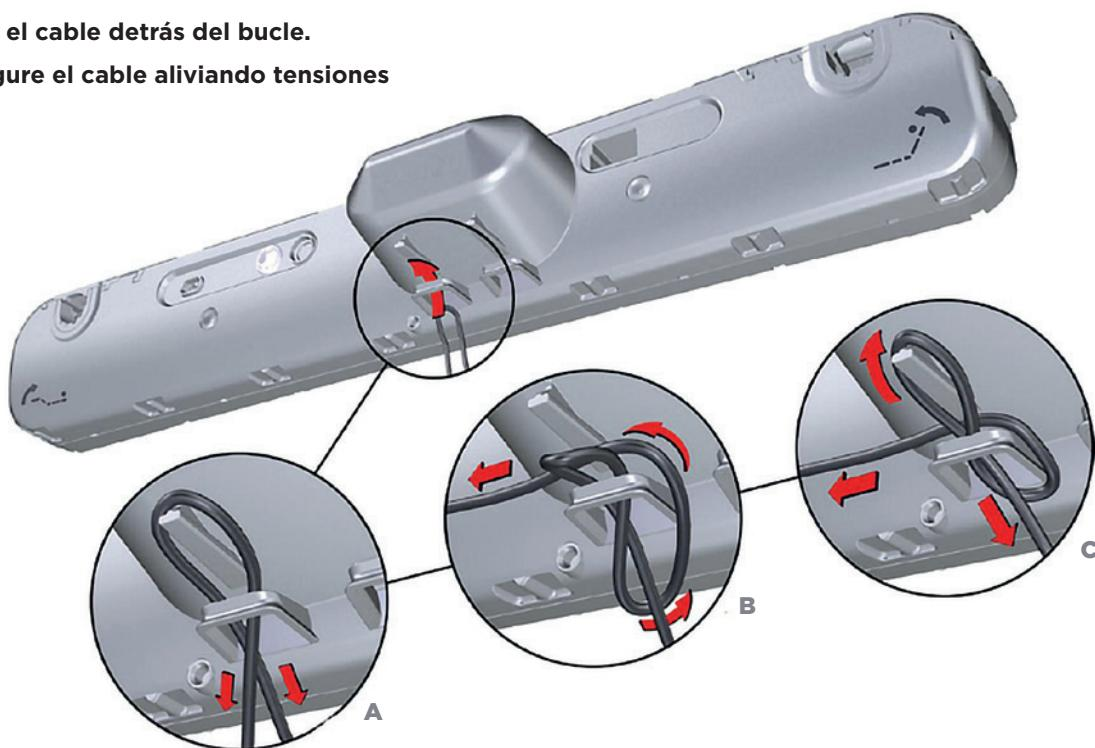

Figura 6. Conexión del cable con el motor a través del dispositivo de alivio de tensiones. transformador PD15
2. EMPUJE EL CABLE EN UN BUCLE A TRAVÉS DEL ALIVIO DE TENSIÓN (COMO SE MUESTRA EN A EN LA FIGURA 6).
3. PASE EL CABLE DERECHO PRIMERO POR DEBAJO DEL CABLE IZQUIERDO Y LUEGO POR DETRÁS YA TRAVÉS DEL BUCLE (COMO SE MUESTRA POR B EN LA FIGURA 6).
4. COLOQUE EL BUCLE SOBRE LA CLAVIJA EN LA UNIDAD Y TIRE DE ÉL LIGERAMENTE HACIA ATRÁS (COMO LO MUESTRA C EN LA FIGURA 6).